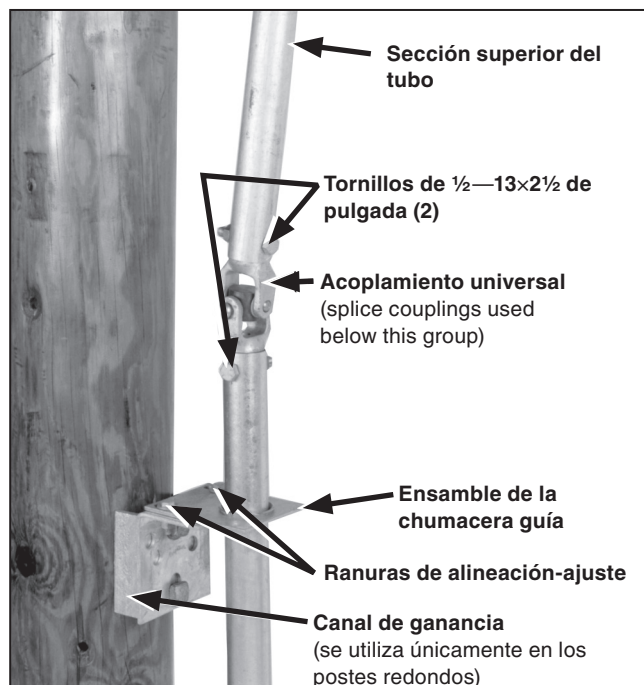

Figura 9. Ensamble de la chumacera guía y acoplamiento universal (posición superior).
- PASO 6.** Instale el acoplamiento universal en el extremo inferior de la sección superior del tubo operativo vertical de la manera que se describa anteriormente, utilizando el tornillo de  $\frac{1}{2}$ -13  $\times$  2 $\frac{1}{2}$  de pulgada y la tuerca  $\frac{1}{2}$ -13 que se proporciona. Ver Figura 9.
- PASO 8.** Pase la siguiente sección de tubo operativo vertical hacia arriba a través de la chumacera guía y engánchela con el acoplamiento universal del extremo inferior de la sección superior del tubo operativo vertical. Ver Figura 9.